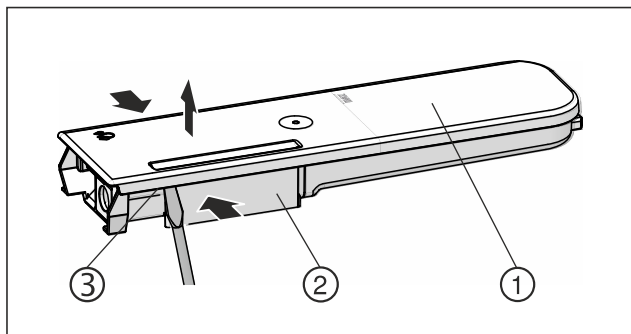

Fig. 146
- ▶ Stlačte nádržku na vodu Fig. 146 (2) k sobě a víko Fig. 146 (1) opatrně vypáče přes západky Fig. 146 (3) a vytáhněte nahoru.
- ▶ Víkem Fig. 146 (1) pohybuje lehce tam a zpět a sejměte jej nahoru.